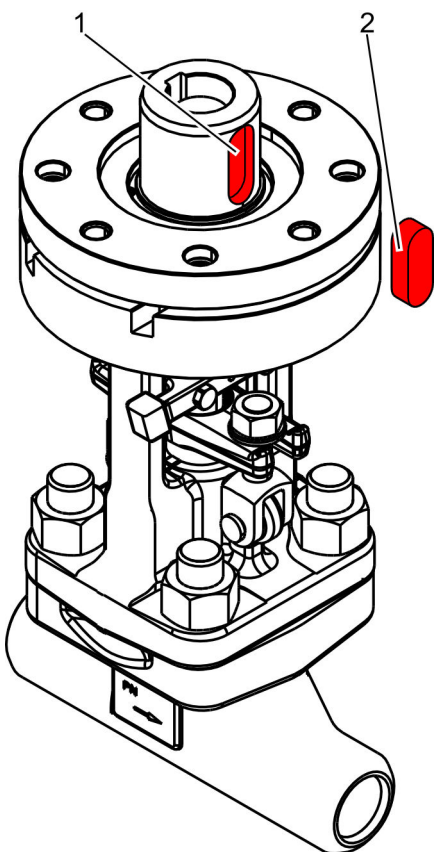

Abb. 37: Passfeder entfernen
4. ➤ Passfeder (Abb. 37/2) aus der Passfedernut (Abb. 37/1) der Gewindebuchse herausnehmen.